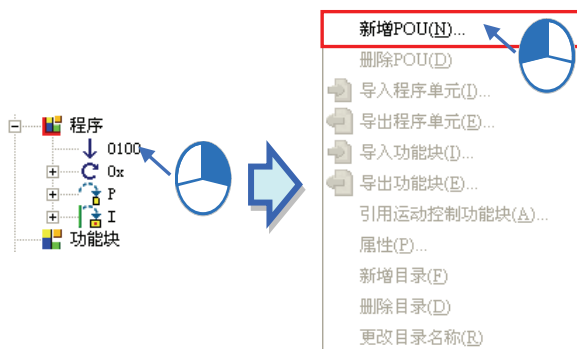

图 13-8 新增 POU
为方便用户对 O100 主程序的分类管理，可建立多个 O100 程序 POU，POU 的数量没有限制，但须注意各机种程序容量的上限。建立方式为在「O100」项目上按下鼠标右键，于快捷选单点选「新增 POU (N)」，如图 13-8。